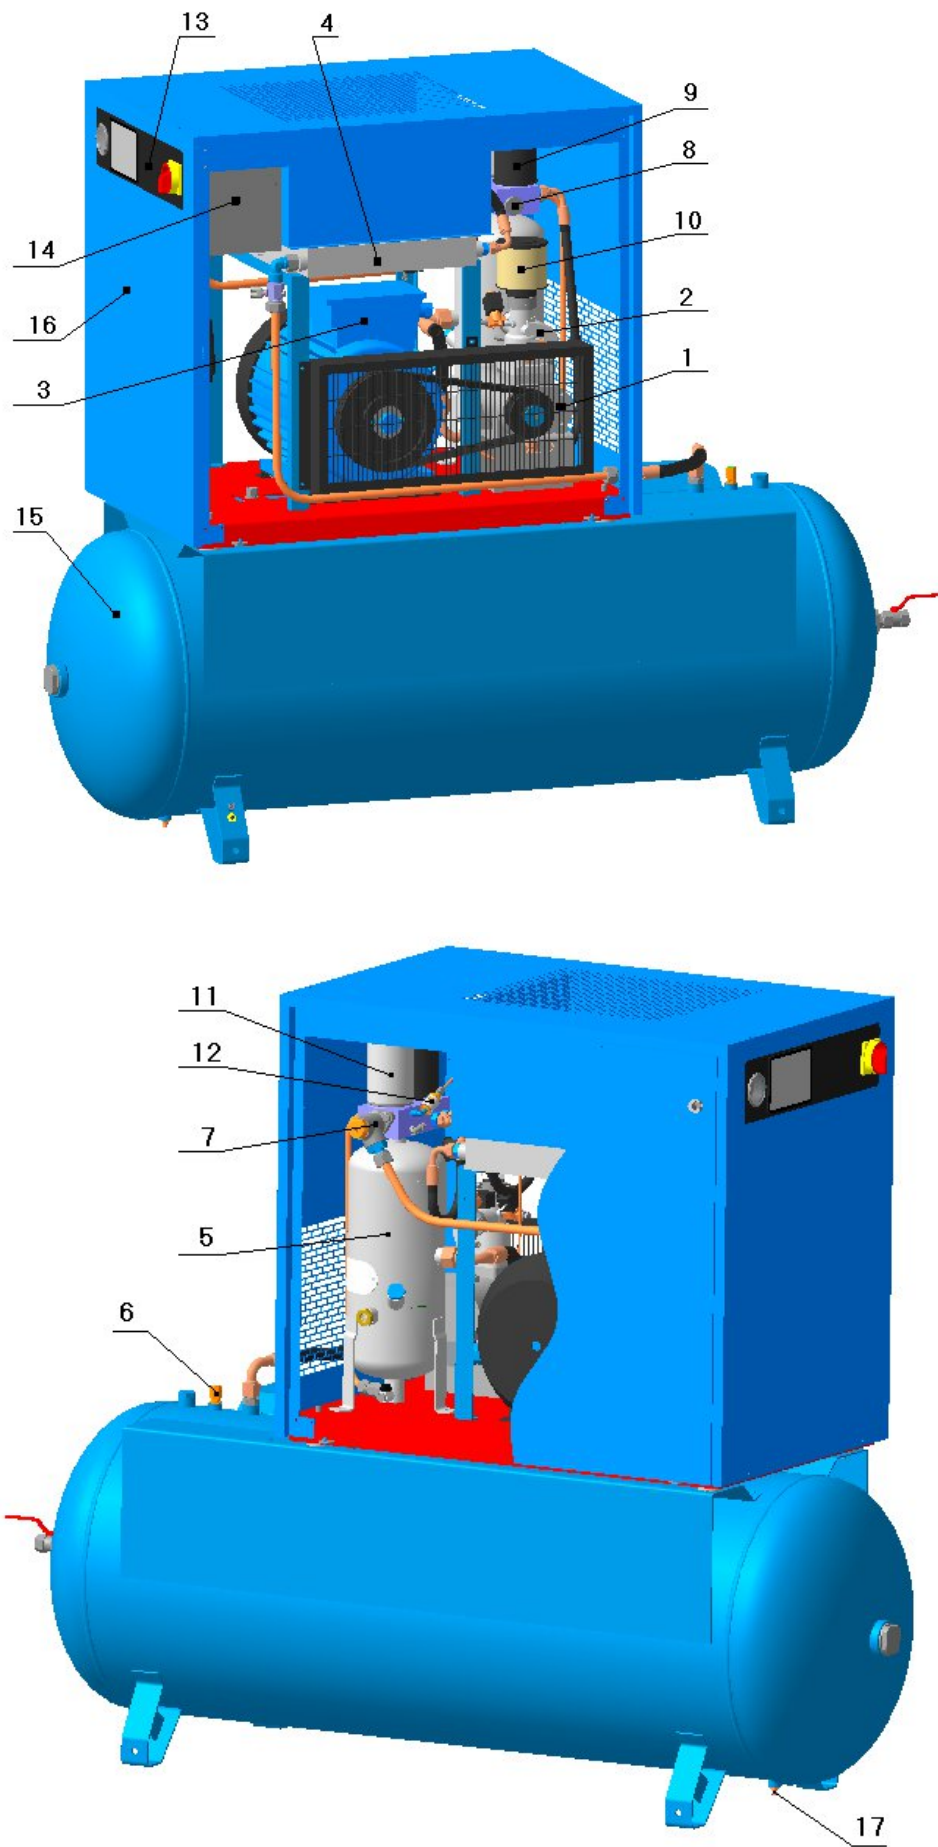

Рисунок 2 – Общий вид компрессорной установки ВК20Е-8(10, 15)-500
**6 - Клапан предохранительный** (см. рисунок 2 или 3) пневматический осуществляет защиту корпуса маслосборника и корпуса ресивера воздушного от превышения давления по причине "засорения" фильтра-маслоотделителя, неисправности клапана всасывающего или минимального давления, неисправности датчика давления и др.
**15 - Ресивер воздушный** (см. рисунок 2 или 3) предназначен для сбора сжатого воздуха, устранения пульсации давления, предварительного отделения конденсата и масла. Ресивер одновременно является корпусом, на котором смонтированы агрегаты компрессорной установки.
**17 - Конденсатоотводчик** (см. рисунок 2 или 3) предназначен для удаления скопившихся в ресивере конденсата и масла.